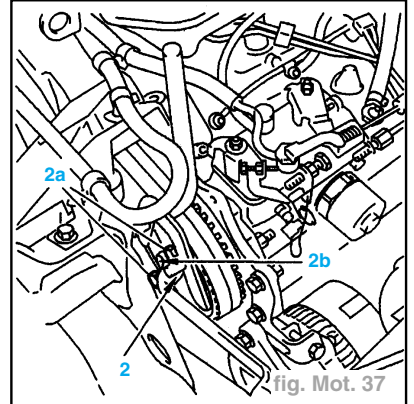

fig. Mot. 37
- Desserrer l'écrou de fixation de pignon de pompe, à l'aide de l'outil (1) 6016-T.
- Poser l'outil (2) 6028-T sur le pignon de la pompe (fig. Mot. 37).